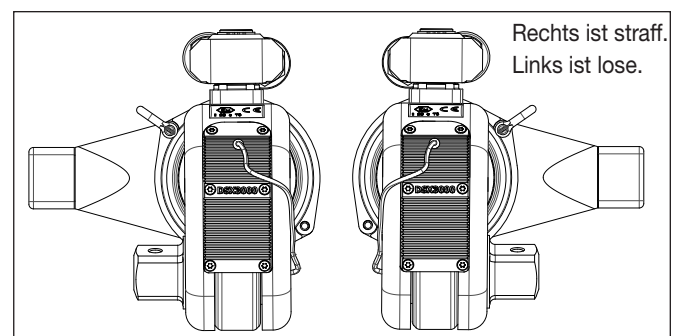

Abbildung 3: Antriebsrichtung zum Lösen/ Anziehen
- Zum Anziehen von Bolzen bringen Sie den Vierkantantrieb an, wie in Abbildung 3 gezeigt.